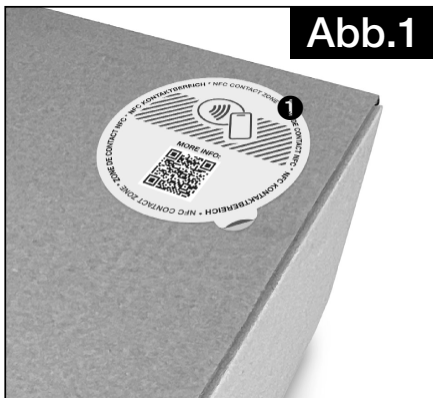

Abb.1
- Das Smartphone auf die geschlossene Serienverpackung (siehe Abb.1, Kontaktstelle ❶ ist gekennzeichnet) auflegen.